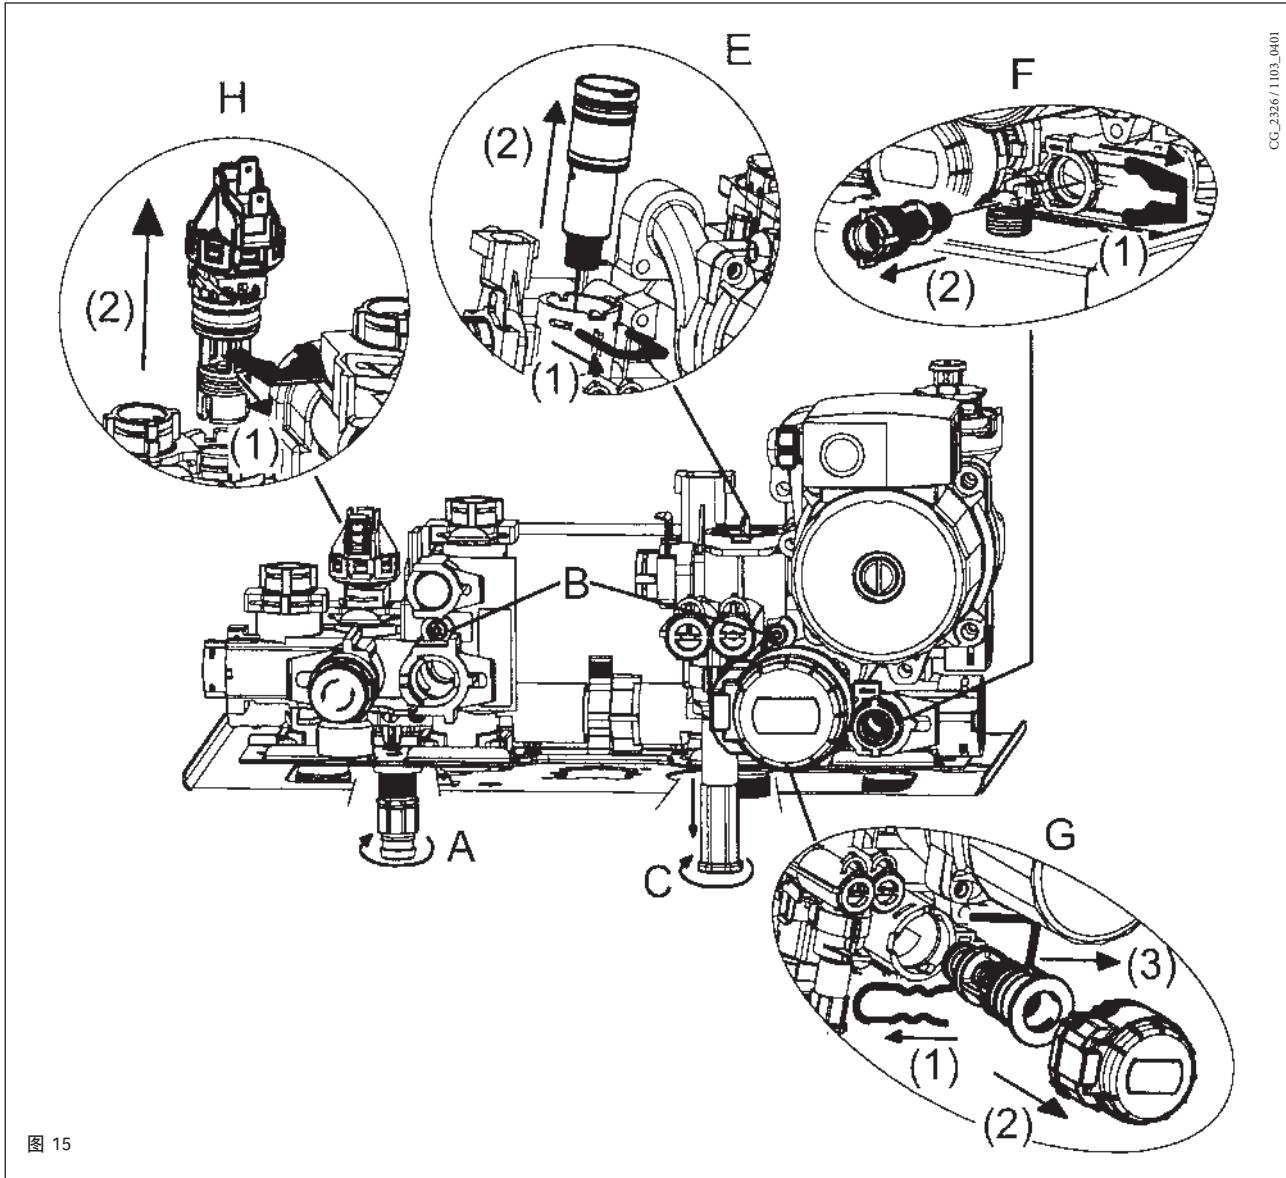

图 15
- 打开图15中的阀门A清空加热管道中的水
- 拔出加热过滤器卡套时, 必须先拆除三通阀的电机(1-2G – 图 15);
- 拆除图 15的夹子1E
- 取下过滤器 (2E 图 15).